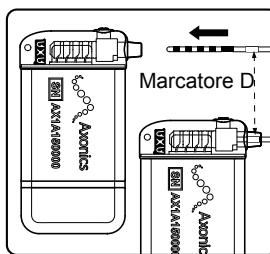

Figura 5. Inserire completamente l'elettrocattetere nel blocco connettore del neurostimolatore
4. Inserire completamente l'elettrocattetere nel blocco connettore del neurostimolatore finché non è possibile inserirlo oltre. L'indicatore D sull'elettrocattetere deve essere inserito del tutto nel serracavo del neurostimolatore (**Figura 5**). Il manicotto di ritenzione dell'elettrocattetere deve essere posizionato sotto la vite di fermo del neurostimolatore.